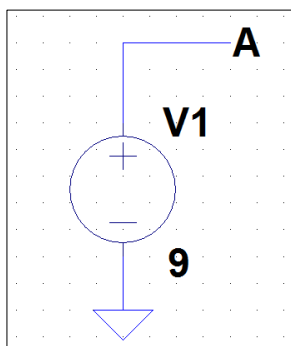
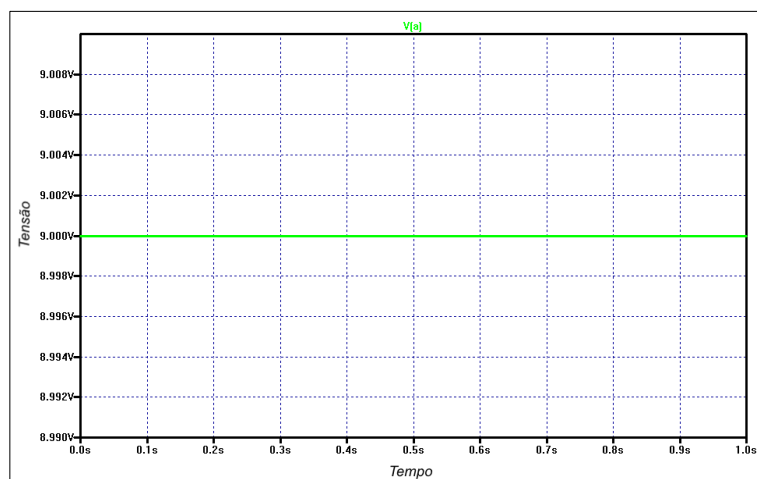

Figura 14 - fonte de tensão configurada conforme exemplo 1
Figura 15 - Sinal da fonte do exemplo 1 medido no simulador
****Exemplo 1:** a Figura 14 mostra uma fonte de tensão com **potencial 9V** e a Figura 15 ilustra esse sinal medido pelo simulador.